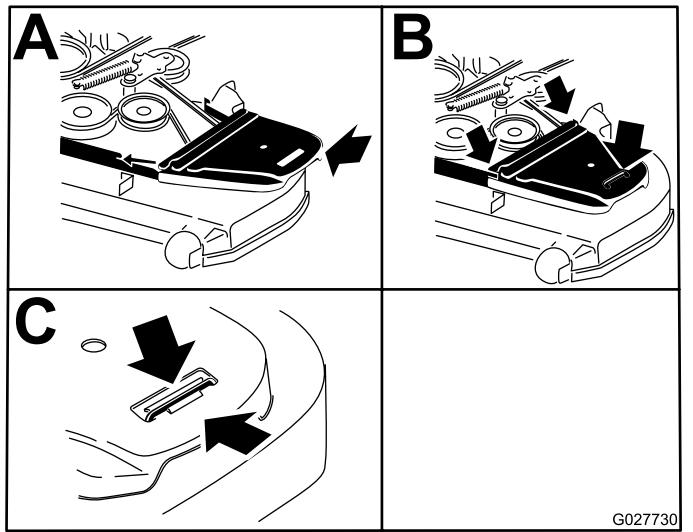

Figura 85
12. Instale as coberturas da correia (Figura 85).
A porca flangeada pode ser ajustada para obter a resistência pretendida da alavanca de controlo de movimento quando a move para a posição de BLOQUEIO EM PONTO MORTO. Consulte a Figura 85 para ver as opções de ajuste.